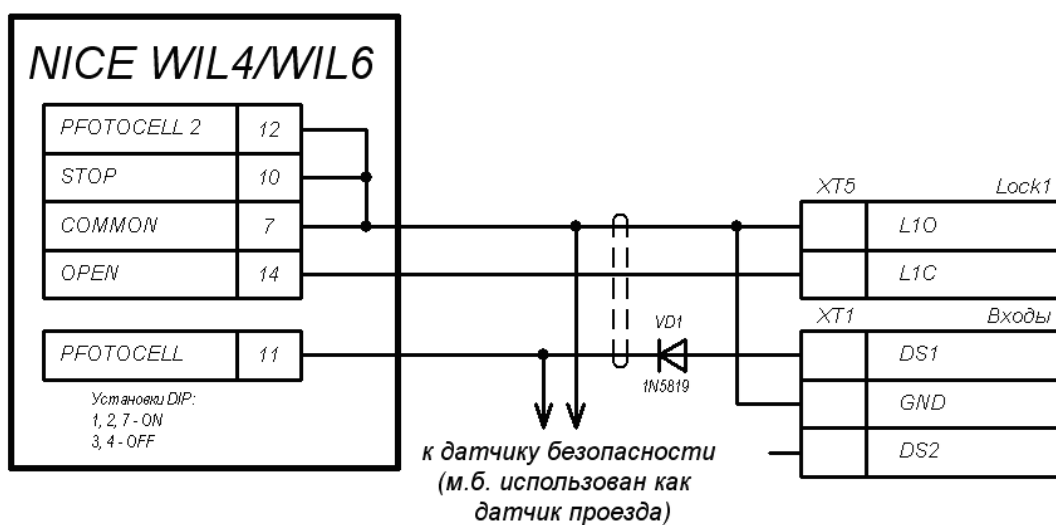

Рисунок 9. Пример схемы подключения шлагбаума NICE WIL4/WIL6 к контроллеру автотранспортной проходной
- Пример схемы подключения шлагбаума NICE WIL4/WIL6 представлен на рис. 9.